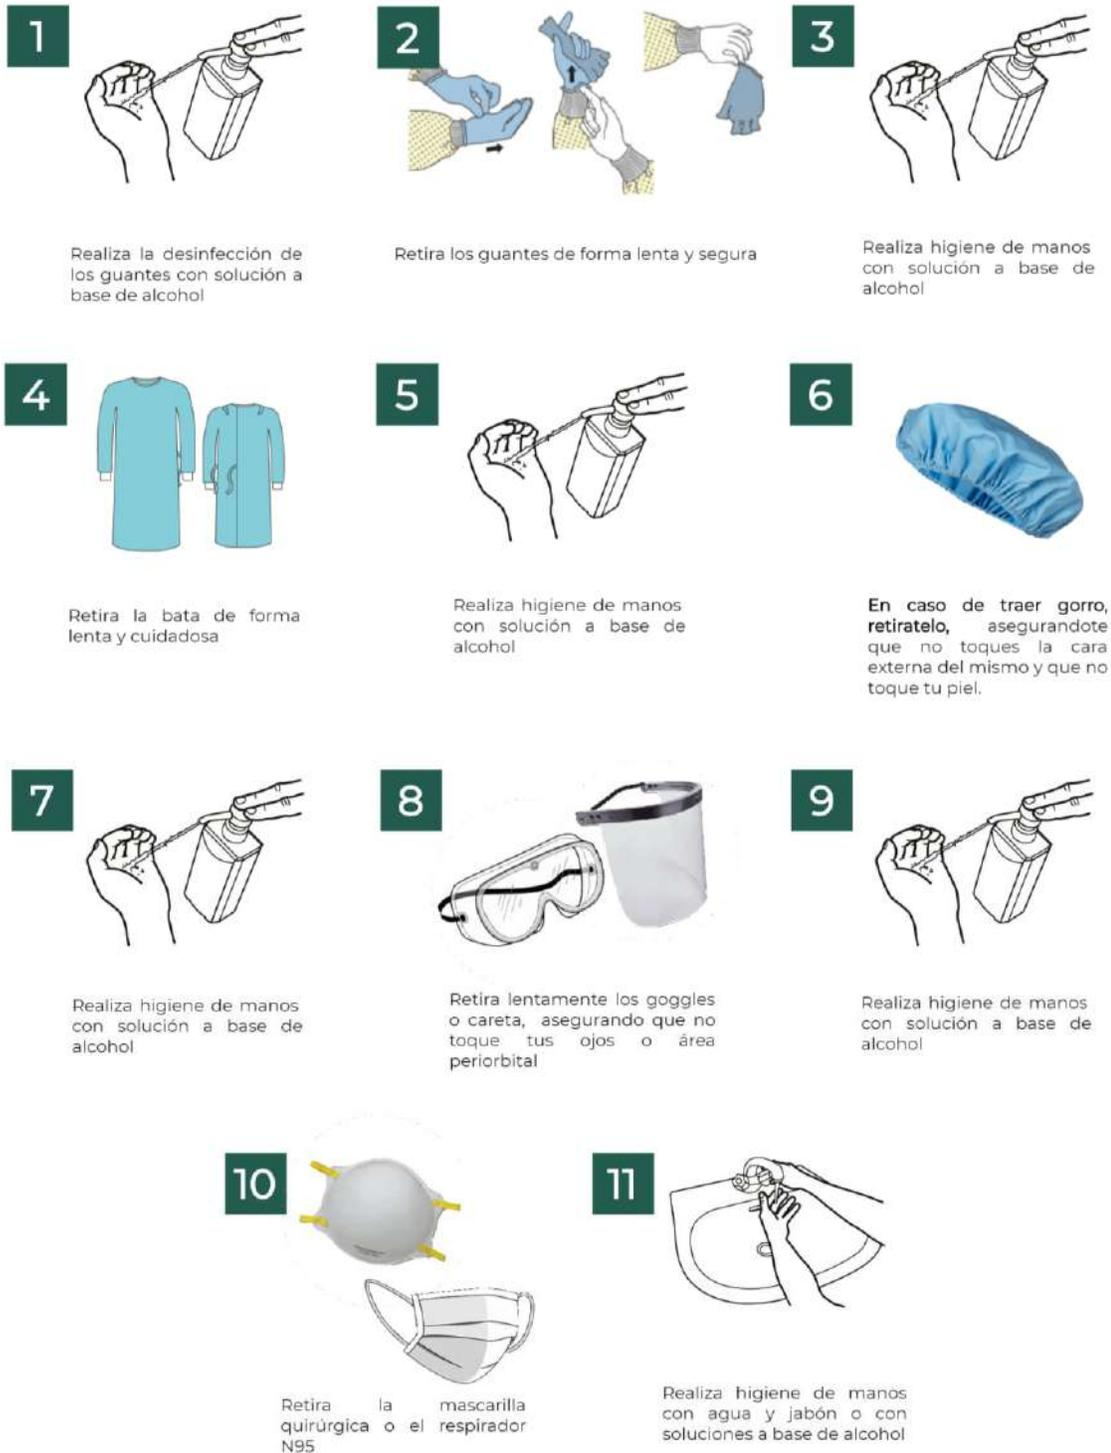

Figura 11. Secuencia de pasos para retirar el equipo de protección personal
**Nota:** Es importante destacar que es necesario hacer lavado de manos cada que sea retirado un elemento del equipo de protección personal, por favor no omita ninguno de estos pasos, ya que está bien documentado que la mayoría de las infecciones del personal de salud se producen al momento de retirar el equipo de protección personal (Figura 11).